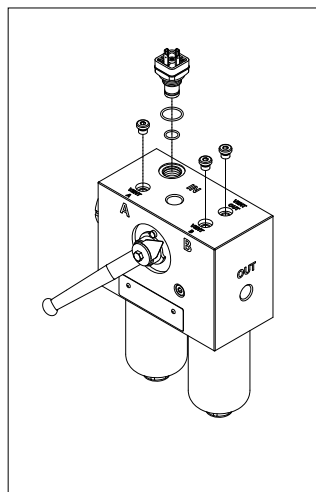

fig. 32
- (Fig. 32) Sostituire gli O-ring del corpo indicatore e i tappi di sfiato